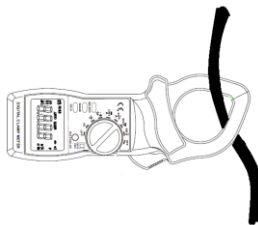

Рис. 6.1
2. Обхватите клещами провод, в котором необходимо произвести измерения тока. При измерении постоянного тока, индикация на индикаторе будет положительная при направлении тока от лицевой панели (имеет маркировку «+») к тыльной, как показано на рис. 6.1
2. Обхватите клещами провод, в котором необходимо произвести измерения тока, аналогично способу, указанному на рис. 6.1 .